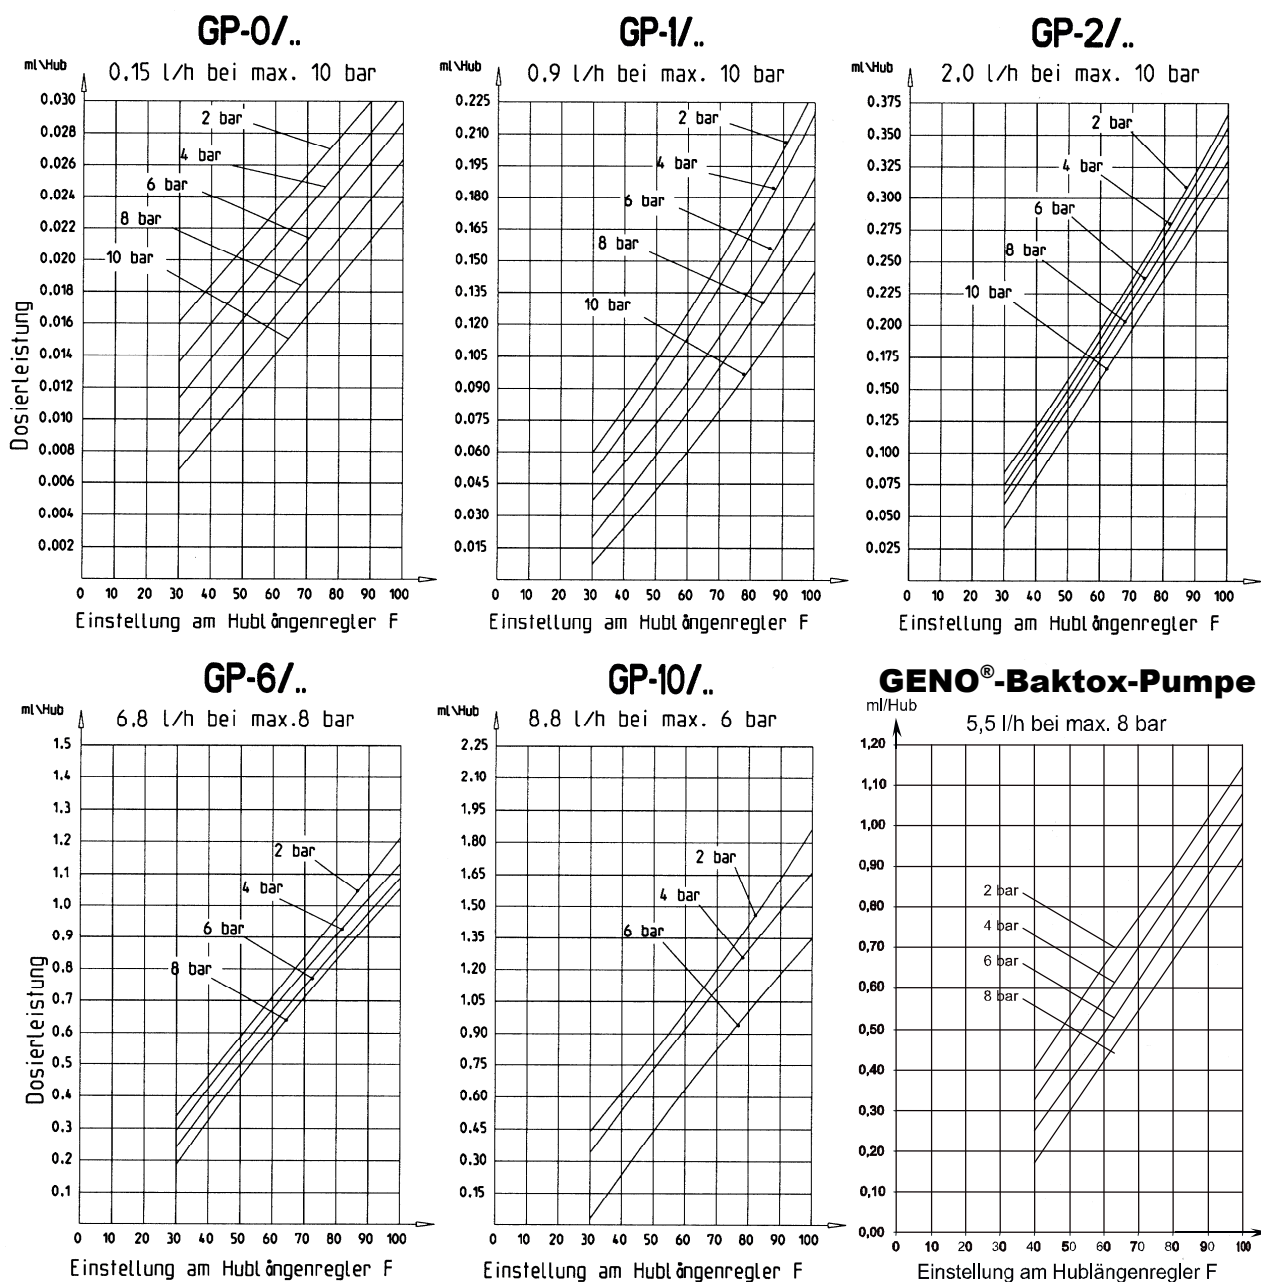

Abb. 7: Dosierleistung (l/h) bei max. Dosierfrequenz (109 Hübe/min bei 50 Hz)
- e) Gewünschte Dosierleistung einregulieren (siehe Punkt 7, Abb. 7 Dosierleistung).
Dosierleistung = 0,12 [ml/Hub]	<p>Mit dem ermittelten Wert wird nun die entsprechende Pumpe nach den Dosierleistungsdiagrammen (s. Punkt 7 Abb. 7 Dosierleistung) ausgewählt. In diesem Beispiel ist die GENODOS®-Pumpe GP-1/.. die richtige Größe. Da es sich um eine durchflussmengenabhängige Dosierung handelt, muss die Steuerung mit externer Ansteuerungsmöglichkeit gewählt werden. Die hohe Impulszahl vom Kontaktwasserzähler erfordert hier eine Dosierpumpe mit der Möglichkeit der Impulsteilung (Einstellung auf T8). Es ist die GENODOS®-Pumpe GP-1/40 mit ca. 72% Hubeinstellung bei einem Systemdruck von 6 bar einzusetzen.</p>